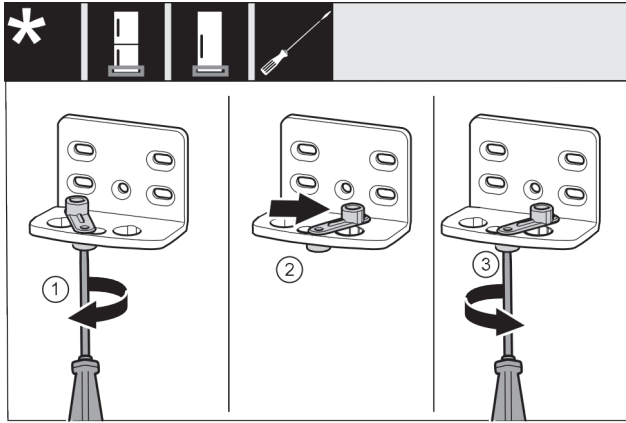

Fig. 19 *
- ▶ Visser sans serrer la vis Fig. 19 (1) avec un tournevis.*
- ▶ Soulever l'aide à la fermeture de la porte Fig. 19 (2) et la tourner à 90° vers la droite dans l'alésage.*
- ▶ Serrer la vis Fig. 19 (3) avec un tournevis.*